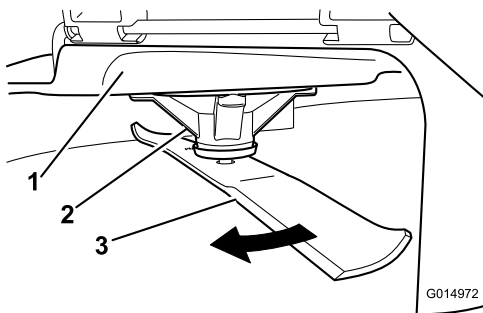

Figure 66
2. Enfilez des gants épais ou utilisez une autre protection adéquate pour les mains, et faites tourner la lame lentement jusqu'à une position permettant de mesurer correctement la distance entre le tranchant et la surface plane sur laquelle se trouve la machine (Figure 66).